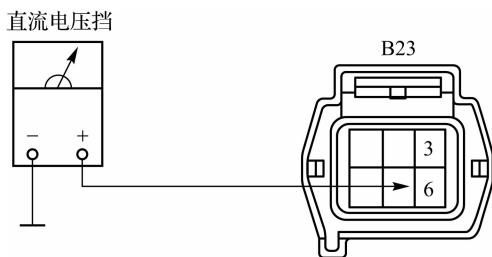

图 2-75 温度传感器参考电源电压的检测
(1) 在确认点火开关置于 OFF 挡位的情况下, 将电机上温度传感器 B23 黑色线束连接器拔掉。
(2) 选择万用表直流电压挡。
(3) 如图 2-75 所示, 红表笔触接温度传感器 B23 黑色线束插头(母)的 6 脚, 黑表笔搭铁或触接 B23 的 3 脚。